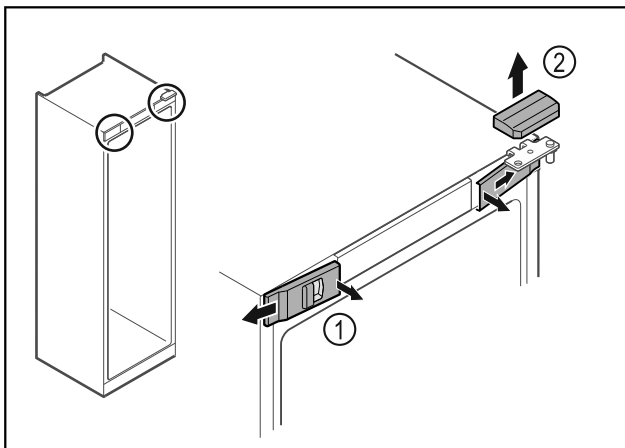

Fig. 14
- ▶ 从内侧松开前盖板 Fig. 14 (1)并移到一旁。
▶ 朝上取下上盖板 Fig. 14 (2)。